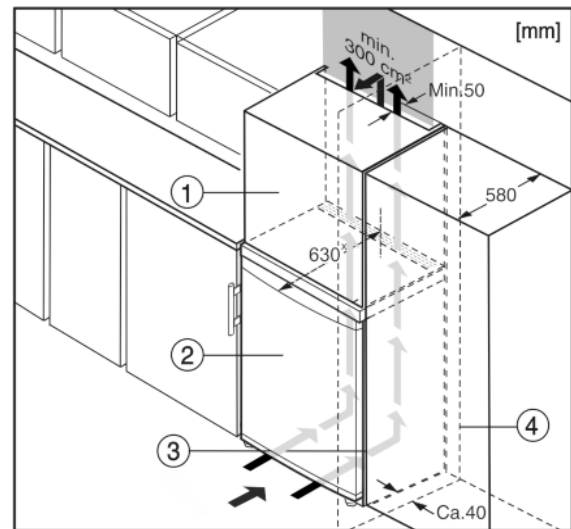

Fig. 6
- (1) Rátétszekrény*
- (2) Berendezés*
- (3) Konyhaszekrény*
- (4) Fal*
A készüléket körbe lehet építeni konyhaszekrényekkel. Rá lehet szerelni egy rátétszekrényt Fig. 6 (1), hogy a készüléket Fig. 6 (2) a konyhabútorok magasságához igazítsa.
Ha a berendezést (max. 580 mm mélységű) konyhaszekrényekkel építi körül, akkor közvetlenül a konyhaszekrény Fig. 6 (3) mellett is felállíthatja. A készülék oldalirányban 34 mm x, a közepétől pedig 50 mm x távolságban nyúlik túl a konyhaszekrény előlapjához képest.
Mikor a berendezést a csuklópántokkal egy fal Fig. 6 (4) mellett állítja fel, akkor a berendezés és a fal közti távolság legalább 40 mm legyen. Ez nyitott ajtó esetén megfelel a fogantyú túlnyúlásának.*